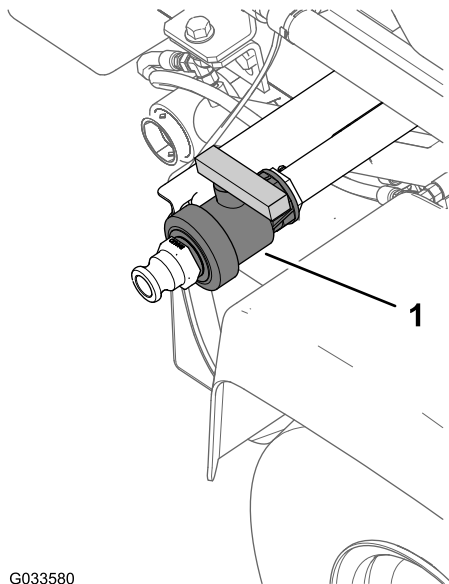

Figura 82
2. Localice la válvula de vaciado del depósito situada en el lado izquierdo de la máquina (Figura 82).